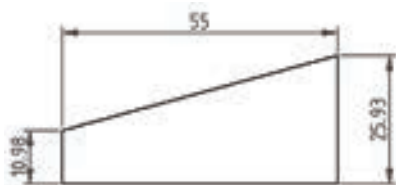

图 5-7 标注线性尺寸
3) 使用同样的方法, 单击“线性”按钮来创建最后一个线性尺寸, 标注结果如图 5-7 所示。